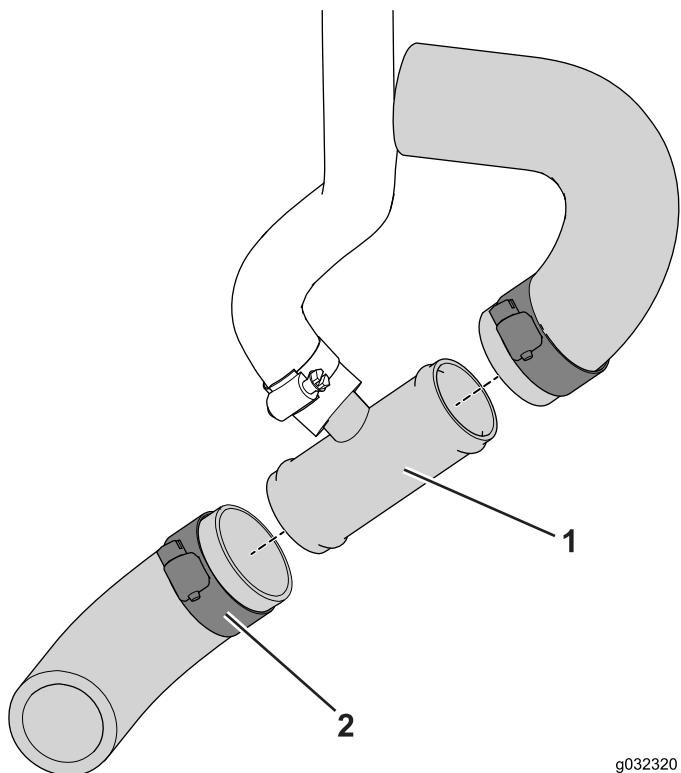

Figure 13
3. Glissez les extrémités coupées sur le raccord en T et fixez le tout avec le collier ($\frac{3}{4}$ à $1\frac{1}{2}$ po), comme montré à la Figure 13.